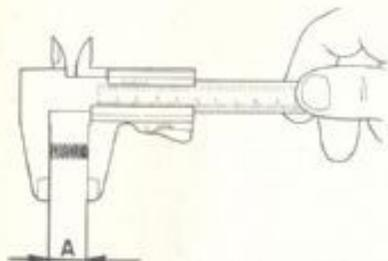

FIG. 30 Controllo molle frizione
- 6) **CONTROLLARE** che il gruppo frizione sia efficiente e per fare ciò verificare la buona condizione dei dischi in ferro, che le tacche di traino sui dischi in sughero non siano eccessivamente deformate e che il loro rivestimento non presenti bruciature. Verificare anche che la lunghezza delle molle frizione non sia inferiore al valore minimo (A) indicato in tabella (fig. 30) nel qual caso sostituirle.